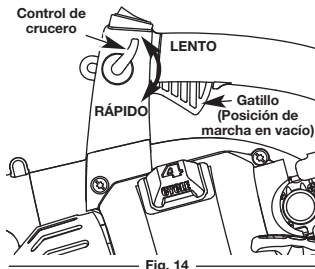

Fig. 14
- Una vez que el motor haya arrancado y esté caliente, oprima el gatillo para acelerar la unidad según sea necesario (Fig. 14).
- Para períodos de funcionamiento más prolongados y para eliminar la posibilidad de fatiga en el dedo, mueva el control de crucero hacia la posición RÁPIDO para aumentar poco a poco o mantener la velocidad del motor de la unidad (Fig. 14). Cuando se oprima el control de crucero, el gatillo procederá hacia la manija.
- Para disminuir la velocidad del motor, mueva el control de crucero hacia la posición LENTO y el gatillo regresará a la posición de marcha en vacío (Fig. 14).